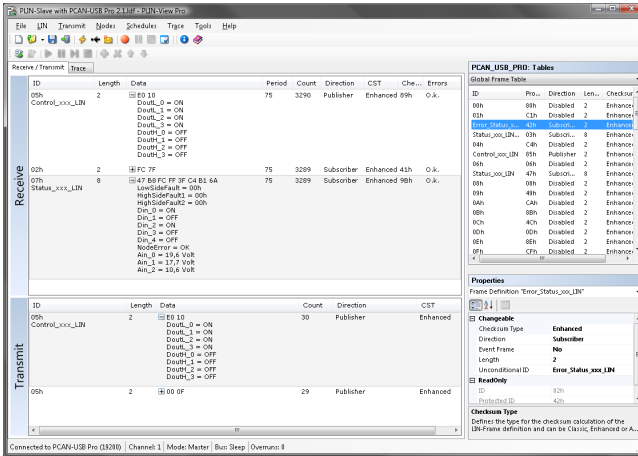

Abbildung 23: Registerkarte Receive/Transmit
- Bestätigen Sie abschließend die Angaben im Dialogfenster mit **OK**. Das Hauptfenster von **PLIN-View Pro** erscheint (siehe Abbildung 23).